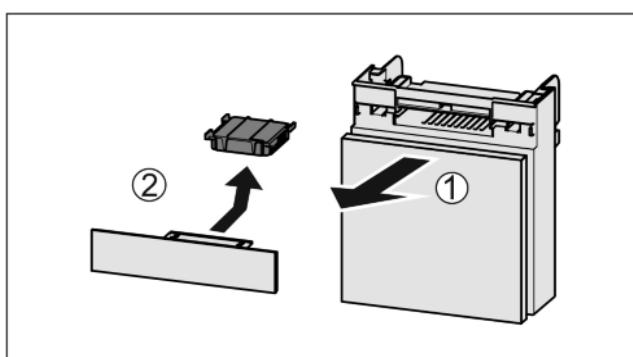

Fig. 33
- Predal izvlecite Fig. 33 (1) naprej.
- Odstranite Fig. 33 (2) aktivni ogleni filter.